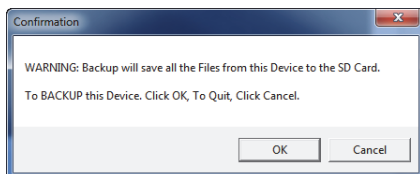

Рис. 6-26 Окно Confirmation для подтверждения резервного копирования
4. В появившемся окне подтверждения **Confirmation** (см. Рис. 6-26 на стр. 160) нажмите **ОК** для запуска резервного копирования.